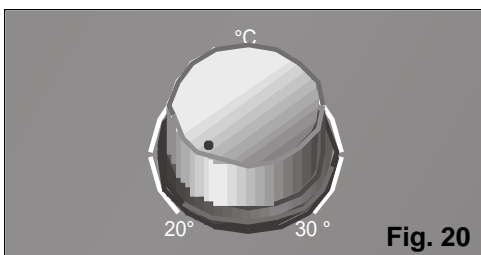

Fig. 20
- Coloque o termostato na posição de temperatura mínima, **Fig. 20**.